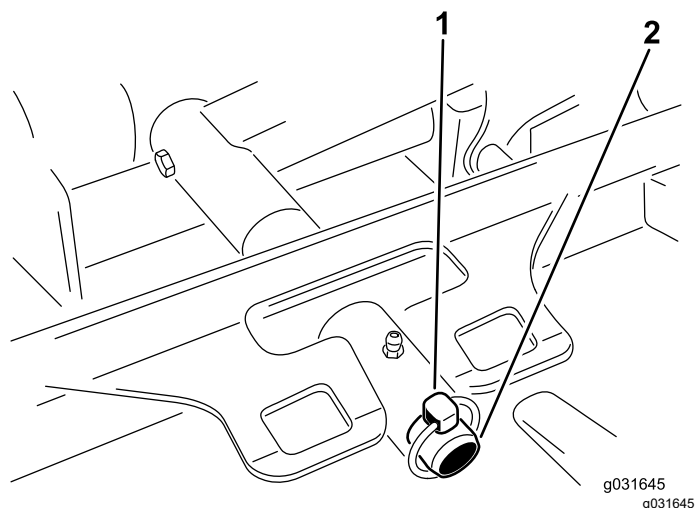

図 70
3. カッティングユニットのキャリアフレームを昇降アームのピボットピンに固定しているリンチピンまたはリテーナナットを外す **図 70**。
3. カッティングユニットのキャリアフレームを昇降アームのピボットピンに入れ、リンチピンとリテーナナットで固定する **図 70**。